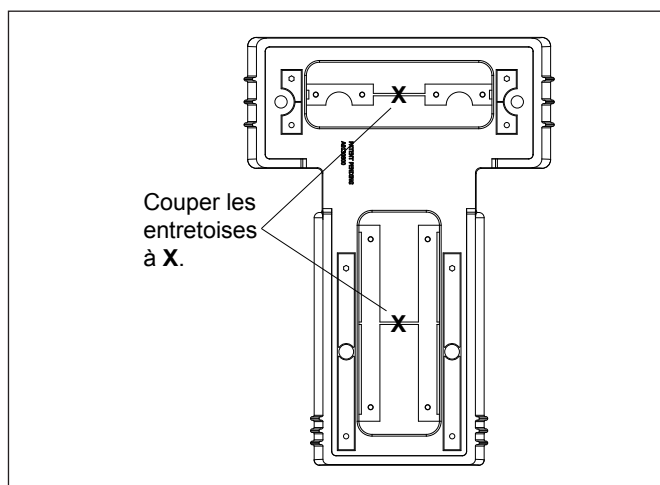
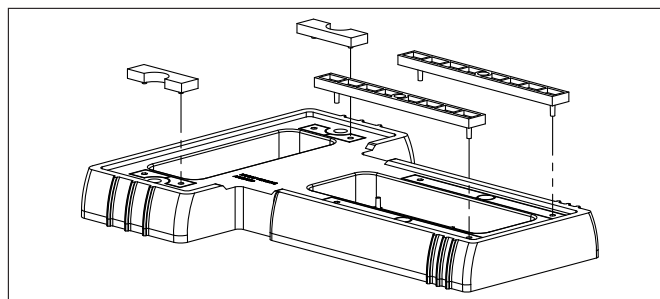

Figure 5. Découper les entretoises de la base
Figure 6. Emboîter les entretoises en place
1. À l'aide d'un outil de coupe à main, couper les barrettes en plastique qui relient les entretoises supérieures et inférieures, tel que cela est illustré à la Figure 5.
2. Retirer les deux (2) entretoises du haut et les deux (2) entretoises du bas de la base.
3. Aligner les broches des quatre (4) entretoises avec les trous de la base, puis emboîter les entretoises en place, tel qu'il est indiqué à la Figure 6.